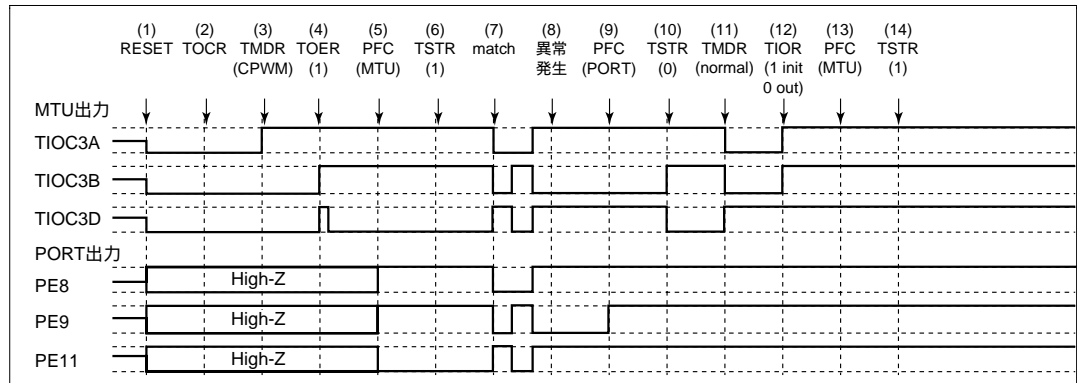

図 12.121 リセット同期 PWM モードで異常が発生し、ノーマルモードで復帰する場合
リセット同期 PWM モードで異常が発生し、再設定後ノーマルモードで再スタートする場合の説明図を図 12.121 に示します。
- (1) ~ (10) は図 12.121 と共通です。
- (11) PWM モード 1 を設定してください (MTU 出力は正相側が Low レベル、逆相側が High レベルとなります)。
- (12) TIOR で端子を初期化してください (PWM モード 1 では TIOC*B 側は初期化されません)。
- (13) PFC で MTU 出力としてください。
- (14) TSTR で再スタートします。
(27) リセット同期 PWM モードで動作中に異常が発生し、相補 PWM モードで再スタートする場合の動作
- (11) TOER でチャンネル 3、4 の出力を禁止してください。
- (12) TOCR で相補 PWM の出力レベルと周期出力の許可禁止を選択してください。
- (13) 相補 PWM を設定します (MTU の周期出力端子は Low レベルになります)。
- (14) TOER でチャンネル 3、4 の出力を許可してください。
- (15) PFC で MTU 出力としてください。
- (16) TSTR で再スタートします。
(28) リセット同期 PWM モードで動作中に異常が発生し、リセット同期 PWM モードで再スタートする場合の動作
- (11) PFC で MTU 出力としてください。
- (12) TSTR で再スタートします。
- (13) コンペアマッチの発生によりリセット同期 PWM 波形を出力します。